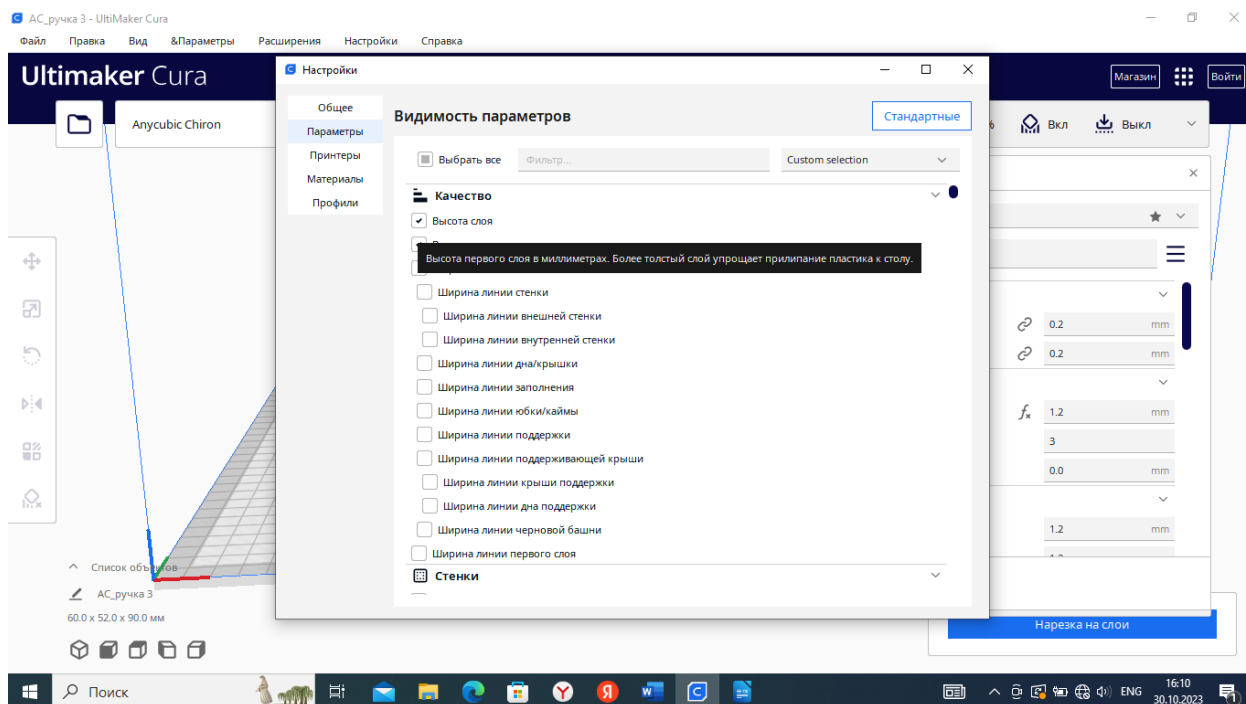

Рис. 20 Настройка видимости параметров
5. выставить все параметры печати, которые указаны в задании, если каких то параметров нет в меню их можно сделать видимыми через &Параметры (Рис. 20)